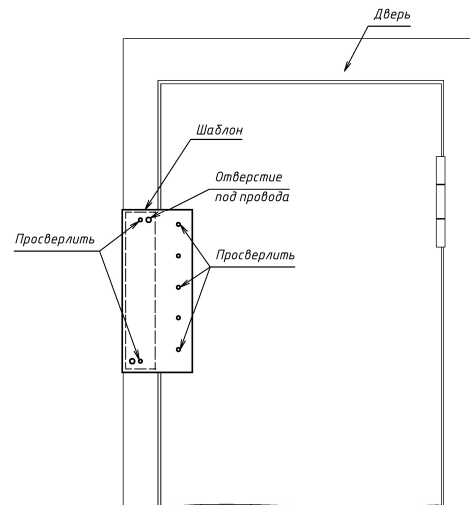

Рисунок 3 – Установка замка по шаблону
5.2 Определить место расположения замка и по шаблону просверлить отверстия под провода и крепежные винты для корпуса и Z-профиля (рисунок 3).